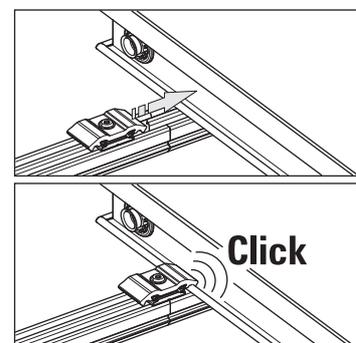

Fig. 3-25 Positionnez la mise à terre double
3. Glissez les mises à terre doubles sur le capteur solaire plan dernièrement monté jusqu'à ce que le profilé de serrage s'enclenche dans le profilé du cadre du capteur (fig. 3-25).